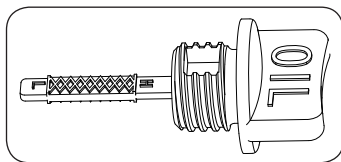

Рис. 18
2. Вставьте щуп в маслозаливную горловину, но не поворачивайте его (Рис. 18).